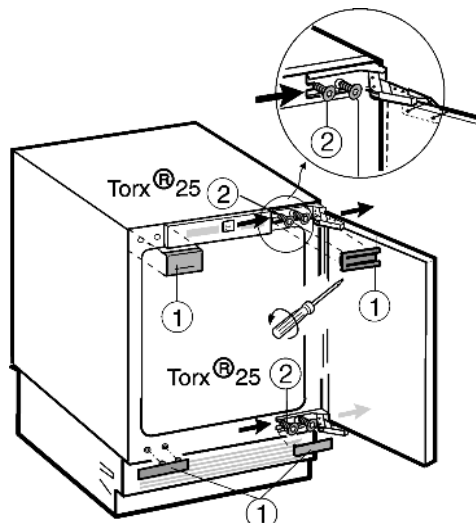

Fig. 2
▶ Підніміть кришки Fig. 2 (1).
▶ Лише ослабте кріпильні гвинти Fig. 2 (2).
- ▶ Переставте кріпильні гвинти Fig. 2 (2) вгорі та вниз на протилежний бік.
- ▶ Прилаштуйте дверцята пристрою на попередньо вмонтовані кріпильні гвинти Fig. 2 (2).
- ▶ Прикрутіть болти кріплення Fig. 2 (2) (з зусиллям 4 Нм).
- ▶ Знову встановіть кришки Fig. 2 (1).